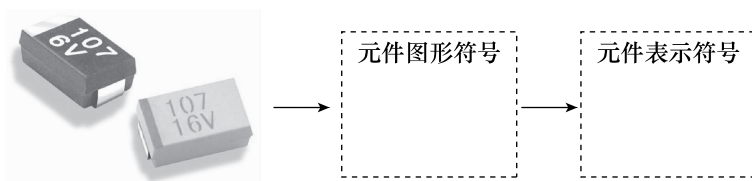

图 1-18 表贴电解电容
(12) 如图 1-18 所示, 将表贴电解电容的图形符号、表示符号填入对应方框中。